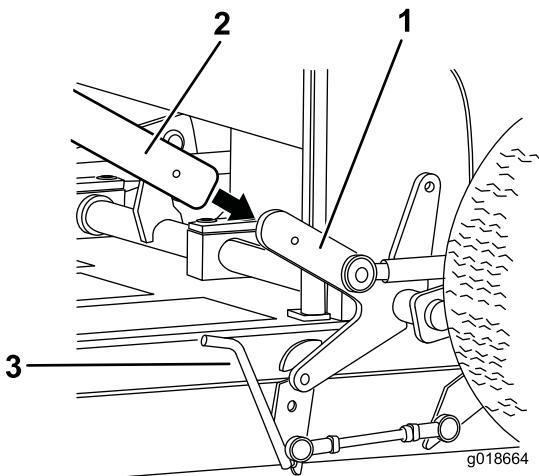

Figura 9
1. Limpie la zona alrededor del tapón del depósito de combustible y retire el tapón (Figura 9). Llene el depósito de combustible con gasolina sin plomo (87 octanos mínimo) hasta aproximadamente 25 mm por debajo de la parte superior del depósito para permitir la expansión del combustible.
- B. Coloque la barra sobre la pestaña del lado izquierdo del brazo de elevación y sujetélo con un pasador de seguridad (Figura 9).